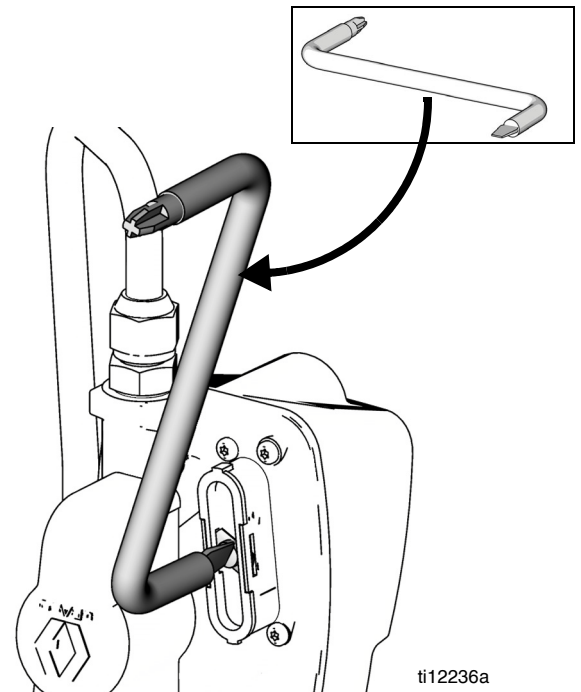

Рис. 21
1. Угловой отверткой (Рис. 21) или тонкой монетой поверните винт крышки по часовой стрелке приблизительно на 1/4 оборота. Это достаточно ослабит винт, удерживающий крышку секции батарей. (Не нужно полностью вынимать винт для снятия крышки; достаточно просто ослабить.)